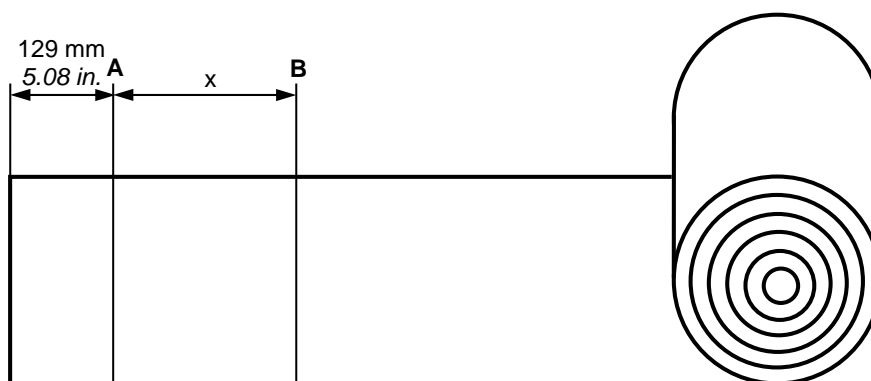

Figura 1: Comienzo de corte con una bobina nueva
- Mida 129 mm / 5,08 pulgadas desde el extremo de la banda o correa. Trace una línea en ángulo recto cruzando la banda o correa (véase figura 1). Este es el punto A. La pieza de banda o correa de 129 mm / 5,08 pulgadas sirve para asegurarla bajo las fijaciones (8). Solamente es necesaria al comienzo de cada nueva bobina y en caso de que no haya una punta de empalme ya cortada.